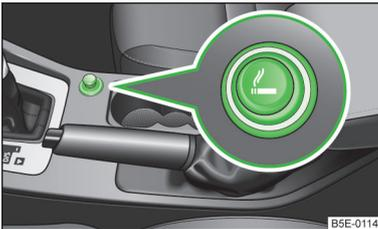

Abb. 64
- Den Anzünderknopf des Zigarettenanzünders hineindrücken » Abb. 64.